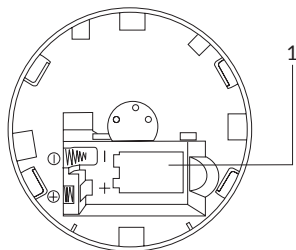

Fig. 3
## 6.2. Inserire la batteria di alimentazione nel dispositivo (fig. 3, pos. 1).